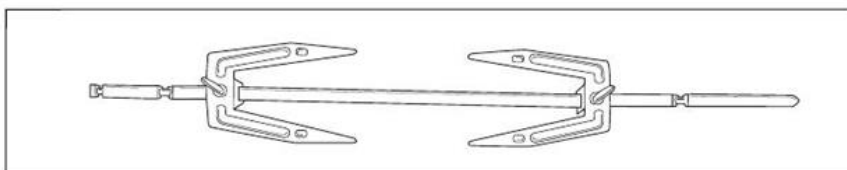

Fig. 1: Applicazione dei ganci dello spiedo con dadi liberi
- Durante l'utilizzo dello spiedo è possibile preparare pollo allo spiedo o altre carni allo spiedo. Spingere le pietanze sull'estremità arrotondata dello spiedino. Fermare alimenti molto grandi, come ad esempio pollo, mediante i ganci dello spiedino, infilando la punta nell'alimento e avvitando lo spiedino. Lasciare i dadi liberi altrimenti l'impugnatura di estrazione spiedo non può essere utilizzata (vedere Fig. 1 e 2). Lavare poi l'estremità arrotondata dello spiedo con un panno.